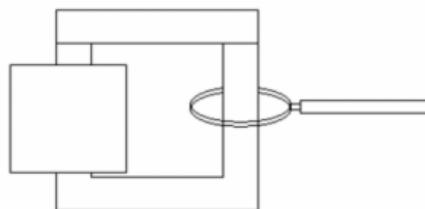

Fig. 1: Representación esquemática de un horno de inducción
- Montaje experimental según Fig. 1.